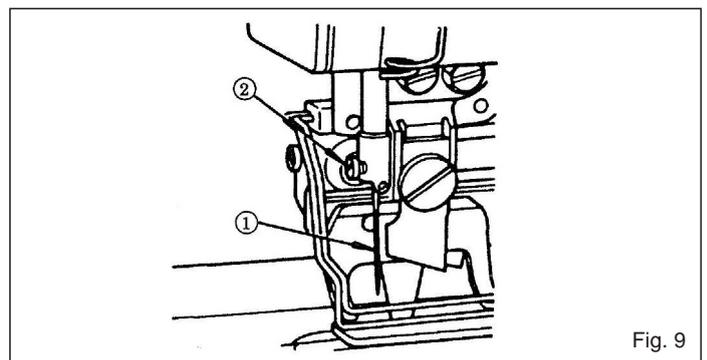

Fig. 9
7. COMO INSTALAR A AGULHA (Fig. 9)